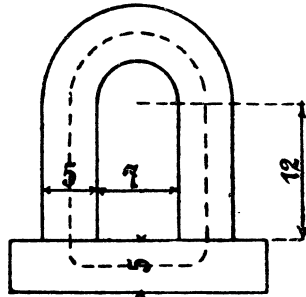

Fig. 63.
163. Ein Elektromagnet aus rundem Schmiedeeisen besitzt die in Fig. 63 eingezeichneten Dimensionen. Der Anker hat quadratischen Querschnitt. Wie groß ist die Tragkraft, wenn durch seine 400 [600] (1000) Windungen ein Strom von 12,5 [10] (5) A fließt?